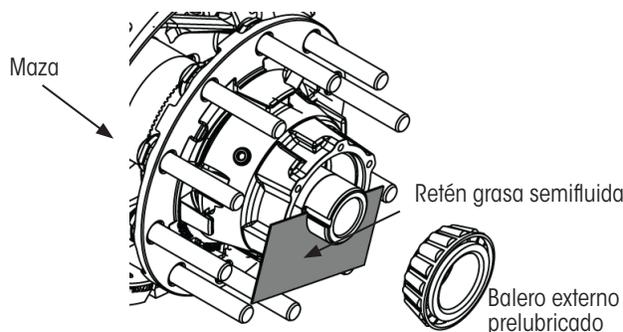

Figura 10: Aplicación de retén de grasa semifluida
3. Con la maza apoyada en su posición como se muestra en la Figura 10, **coloque y sostenga** el retén de grasa semifluida de modo que cubra la mitad inferior de la abertura de la maza.